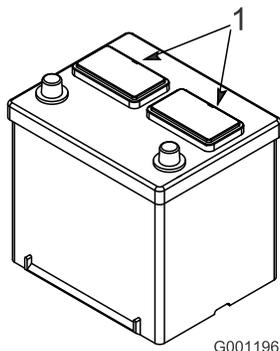

図 9
2. バッテリーの上部をきれいに拭い、キャップを取り外す（図 9）。